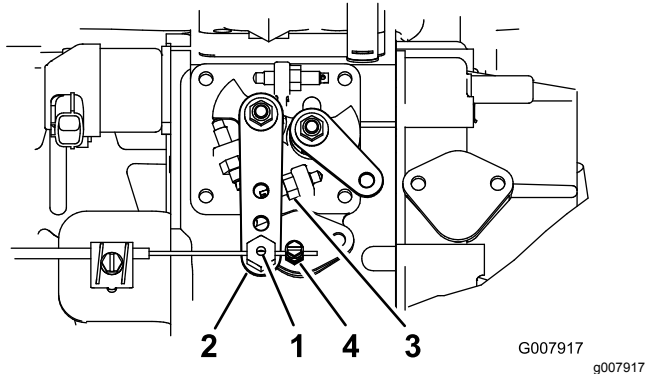

Bild 55
2. Lockern Sie den Anschluss des Bowdenzugs neben dem Hebel der Einspritzpumpe (Bild 55).
3. Halten Sie den Hebelarm der Einspritzpumpe gegen den Anschlag für den hohen Leerlauf (Bild 55).